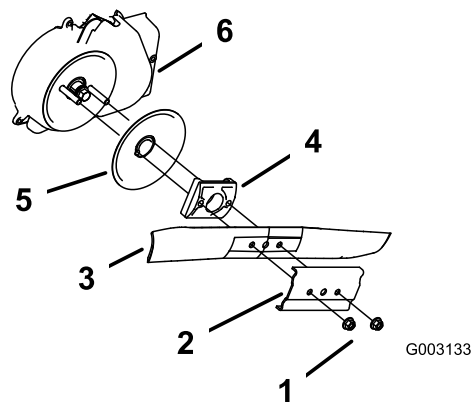

Bild 31
3. Entfernen Sie die beiden Messermuttern und die Verstärkung (Bild 31).
4. Nehmen Sie das Messer heraus (Bild 31).
5. Bauen Sie das neue Messer ein (Bild 31).